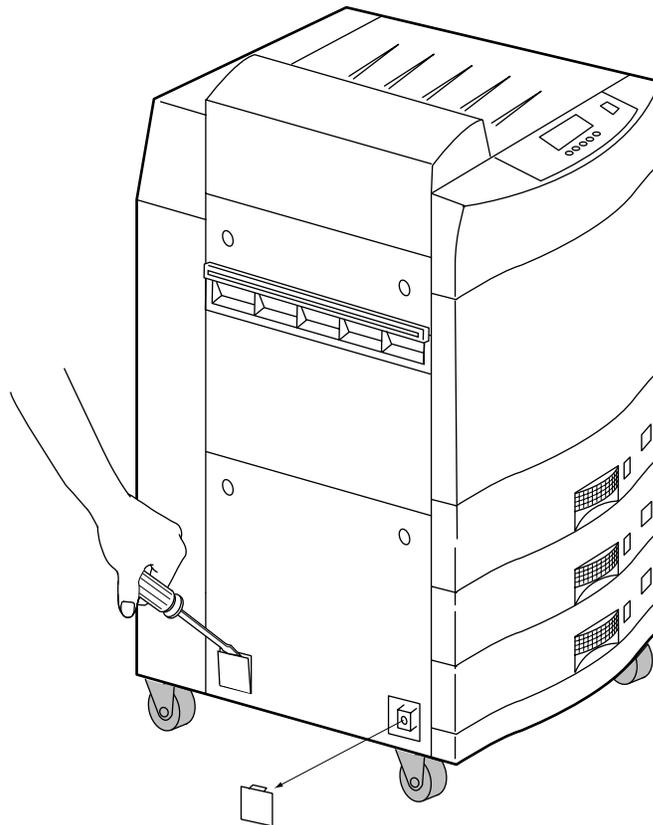

Abbildung 4-25 Kleine Deckel
2. Entfernen Sie mit Hilfe eines schmalen Schlitzschraubendrehers die beiden kleinen Deckel an der unteren Abdeckung (siehe Abbildung 4-25).